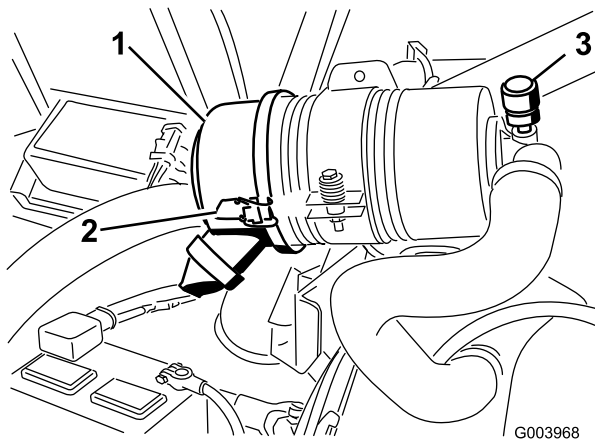

Bild 38
Warten Sie den Luftfilter nur, wenn die Wartungsanzeige dies angibt (Bild 38). Das frühzeitige Auswechseln des Luftfilters erhöht nur die Gefahr, dass Schmutz in den Motor gelangt, wenn Sie den Filter entfernen.
1. Lösen Sie die Laschen, mit denen die Abdeckung am Luftfilterkörper befestigt ist (Bild 38).